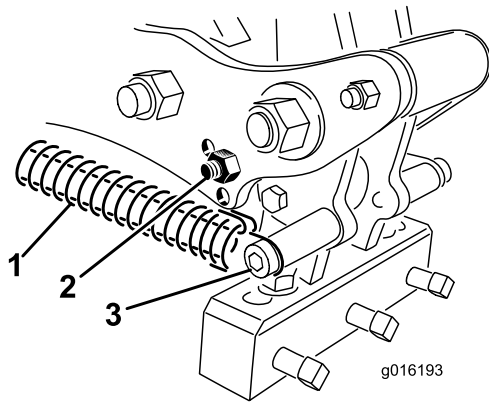

Bild 39
3. Lösen Sie die Federspannung zur Tines-Aufnahme (Bild 39).